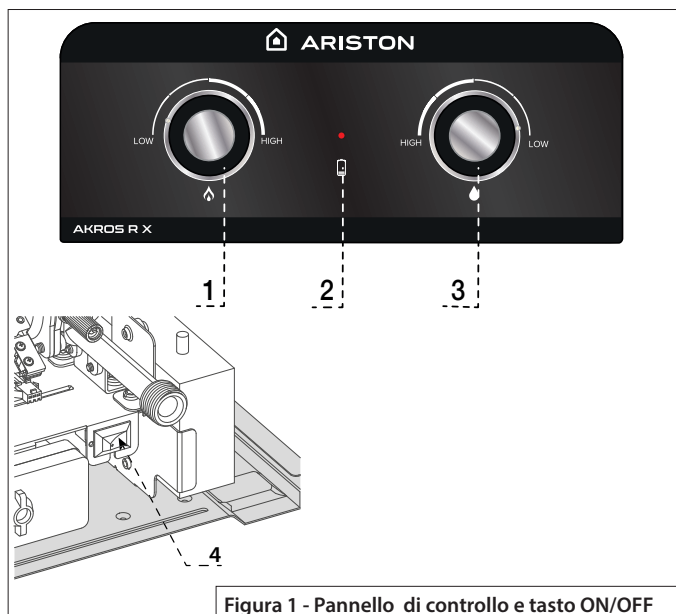

Figura 1 - Pannello di controllo e tasto ON/OFF
- Accendere: premere il pulsante ON/OFF (vedi Figura 1 – Pannello di controllo e tasto ON/OFF: 4)
- Spegnerne: premi il pulsante ON/OFF (vedi Figura 1 – Pannello di controllo e tasto ON/OFF: 4)
La manopola di regolazione della potenza (vedi Figura 1 – Pannello di controllo e tasto ON/OFF: 1) regola la potenza massima del bruciatore. Ruotando in senso orario si aumenta la potenza massima, ruotando in senso antiorario si diminuisce la potenza massima dell'apparecchio.
La manopola di regolazione della portata e della temperatura (vedi Figura 1 – Pannello di controllo e tasto ON/OFF: 3) regola la portata massima dell'acqua al bruciatore. Ruotandola in senso orario si riduce la portata massima d'acqua, ruotandola in senso antiorario si aumenta la portata massima d'acqua nell'apparecchio.
Quando le batterie sono quasi scariche, la spia rossa si accende (vedi Figura 1 – Pannello di controllo e tasto ON/OFF: 4)